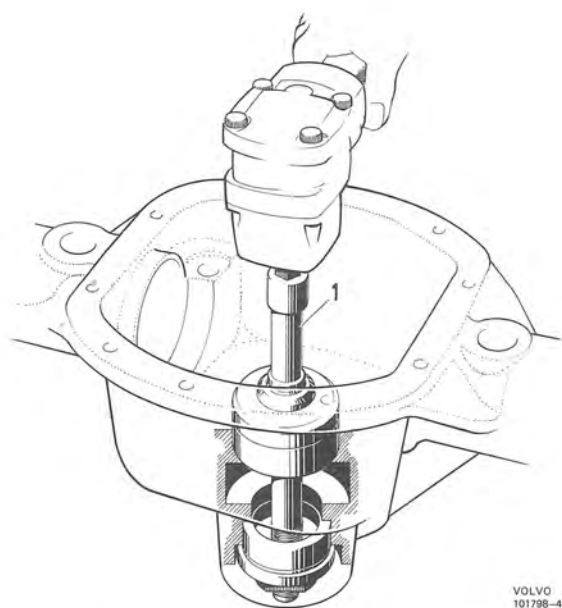

Bild 53. Montering av lagerringar
4. Pressa bakre lagret på pinjongen med hylsa SVO 2395 för typ 23, 27, 30 och SVO 2842 för typ 31, se bild 52. OBS! Den bricka som ligger under bakre lagrets innerring på en ny Volvo-växel skall inte monteras vid renovering. Lägga i de uppmätta justermellanläggen och pressa i båda lagrens ytterringar med verktyg SVO 2688 för bakväxel typ 23, SVO 2686 för typ 27, 30 och SVO 2845 för typ 31, se bild 53.